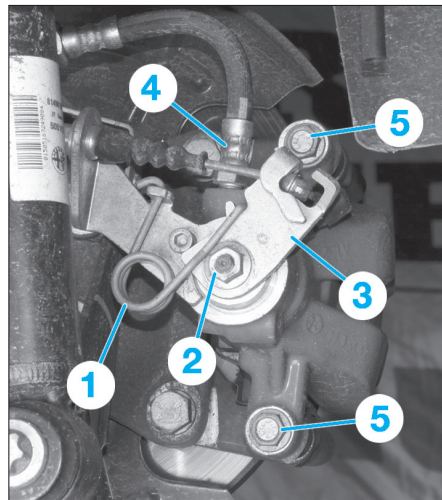

Fig. 16
- A l'aide d'une pince, déposer le ressort (1) (Fig.16).
- Déposer l'écrou (2).
- Déposer le levier (3).
- Débrancher le flexible de frein (4) sur l'étrier.
- Déposer les vis de fixation (5) de l'étrier, puis déposer ce dernier.
- Desserrer complètement le flexible de frein (4) de l'étrier.